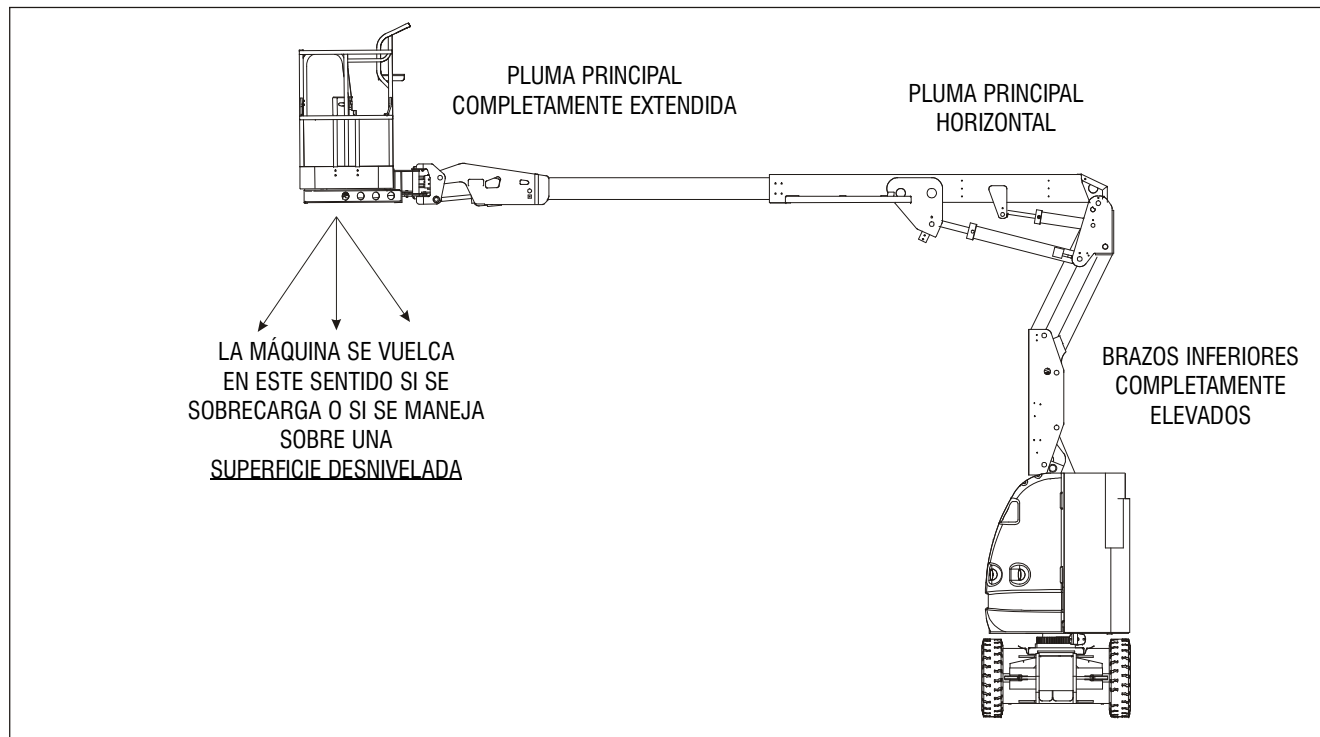
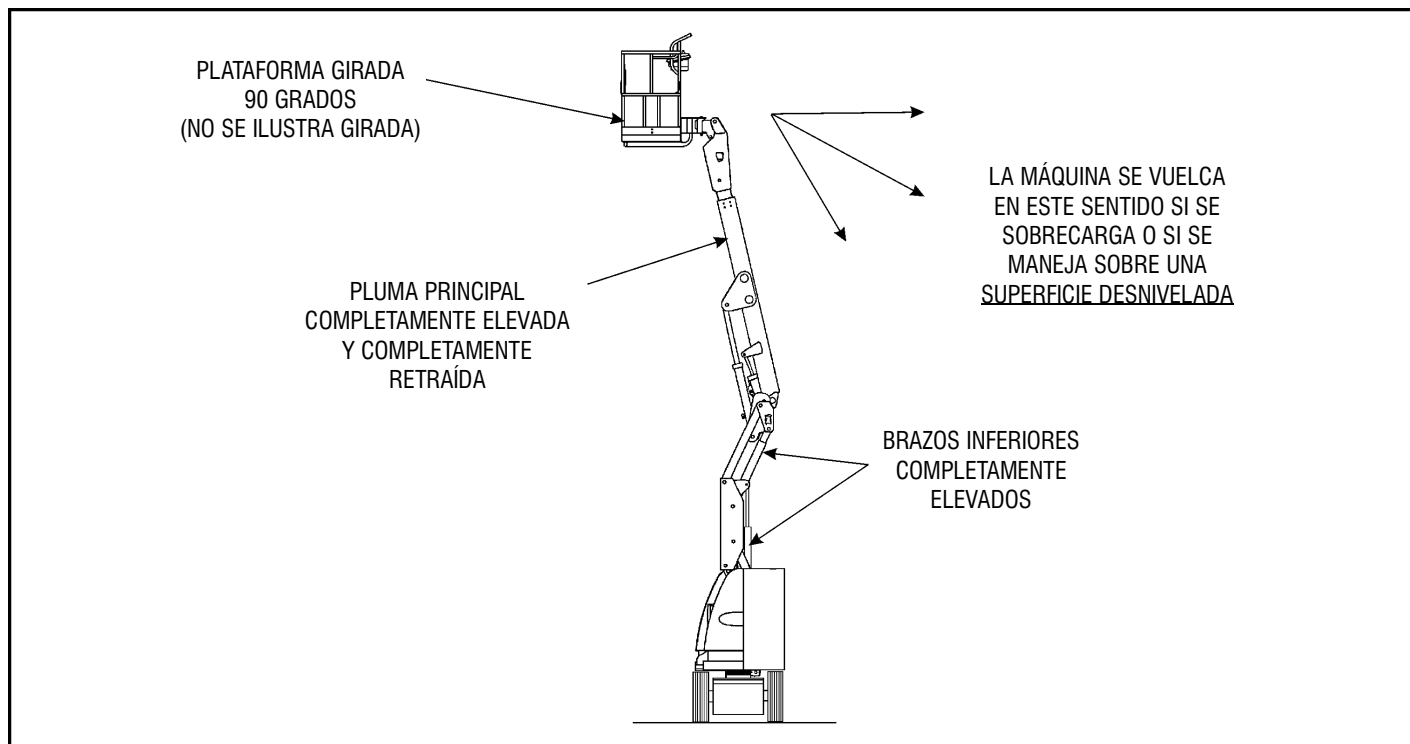

Figura 4-1. Posición de estabilidad delantera mínima
Figura 4-2. Posición de estabilidad trasera mínima
La estabilidad de la máquina depende de dos (2) condiciones, las cuales se denominan estabilidad DELANTERA y estabilidad TRASERA. La posición de la máquina que ofrece la estabilidad DELANTERA mínima se ilustra en la Figura 4-1. y la posición que ofrece la estabilidad TRASERA mínima se ilustra en la Figura 4-2.